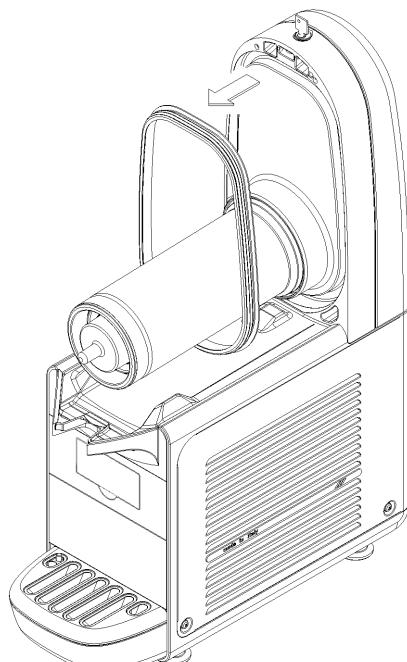

figura 13
- 4** Togliere la guarnizione dalla apposita sede (vedere figura 13).